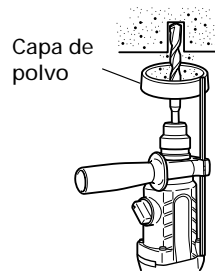
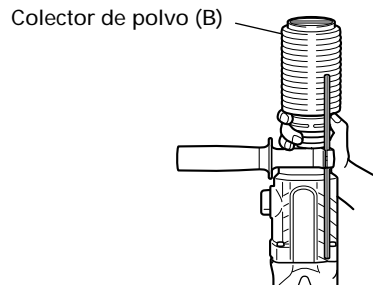

Fig. 4
Fig. 5
7. Cuando instale la copa de polvo o el lector de polvo (B) (Accesorios facultativos) (Fig. 4, Fig. 5)
Emplee la copa de polvo instalando la broca como se muestra en la Fig. 4. Cuando emplee una broca de gran diámetro, agrande el orificio central de la copa de polvo con este martillo perforador.
- Instalaci3n del colector de polvo (B)
Para emplear el colector de polvo (B), insértelo desde la punta de la broca alineándolo con la ranura de la empuњadura. (Fig. 5)